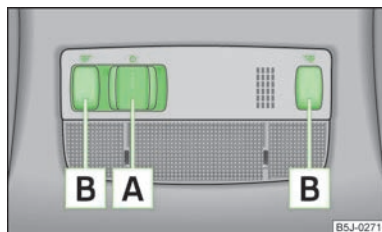

Fig. 26
- Pressione o interruptor **A** » Fig. 26 para o centro da luz. Aparece o símbolo
- Pressione o interruptor **A** » Fig. 26 para a extremidade da lâmpada. Aparece o símbolo
- Pressione o interruptor **A** » Fig. 26 para a posição central **O**.
- Pressione o interruptor **B** » Fig. 26 para ligar ou desligar a luz de leitura direita ou esquerda.